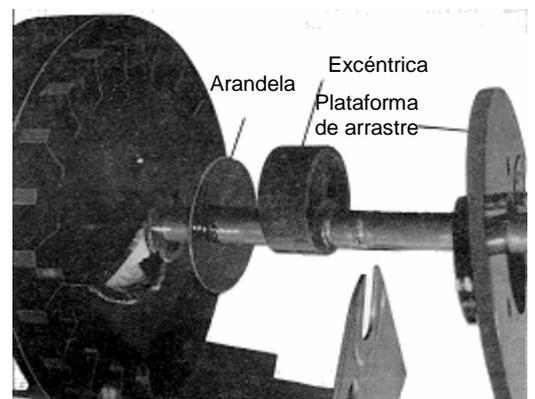

Figura 15. Desmontaje plataforma de arrastre, excéntrica y arandela y montaje
- b. Instalar las piezas, arandelas de retención y la llave como se indica en la figura 15. Durante la instalación de los tambores, asegurarse de que el